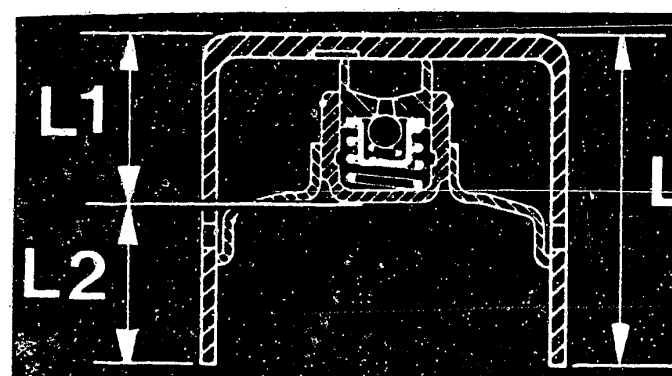

Bild 22 Dieselmotor 601.911: Die Gesamthöhe L und das Mass L2 des Ventilstößels sind messbar. L1 ergibt sich aus $L - L2$ und muss 18,0...19,0mm betragen.
e) Vor dem Prüfen der **hydraulischen Ventilstößel** ist der Motor während ca. 5 Min. mit 3000/min. drehen zu lassen. Der auf dem Nockenwellen-Grundkreis stehende Stößel (Nockenspitze nach oben) wird von Hand auf Spiel-kontrolliert und mit einem Dorn nach unten gedrückt. Hat ein Stößel Spiel oder fällt er im Vergleich zu den anderen schneller ab, so ist die Grundeinstellung zu überprüfen. Das Mass «X» in Bild 21 wird bei ein- und danach bei ausgebauter Nockenwelle gemessen. die Differenz muss im Neuzustand 0,25...1,6mm und bei gelaufenem Stößel 0,25...2,5mm betragen. Am ausgebauten Stößel ist das Mass L1 zu ermitteln (Bild 22). Beträgt es nicht 18,0...19,0mm, wird der Stößel zerlegt und gereinigt. Der von der Führungshülse abgenommene Sprengring ist an den Kanten leicht nachzubiegen. Nach dem Zusammenbau des Druckbolzens ist dieser mit Motorenöl zu füllen und zu entlüften. Dazu wird das Kugelventil mit einem geeigneten Stift aufgedrückt. Bei leichtem Zusammendrücken darf kein Öl mehr aus dem Druckbolzen laufen, sonst ist der komplette Stößel zu ersetzen.